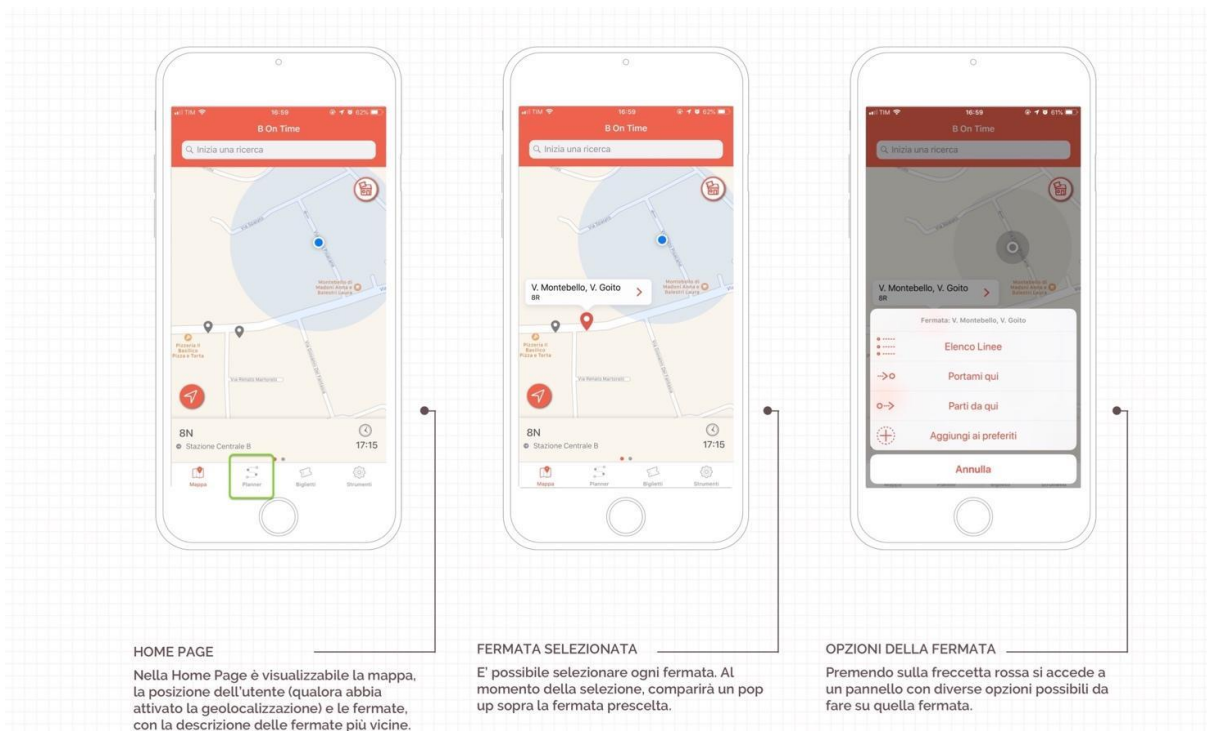

Figura 1: Calcolo Percorso di Viaggio – Attivazione Travel Planner
- Il Travel Planner è attivabile dalla Home Page cliccando sulla specifica icona o dal Pop-up che si apre ogni volta che si clicca sull'icona di una fermata o su un qualsiasi punto della mappa (figura 1);